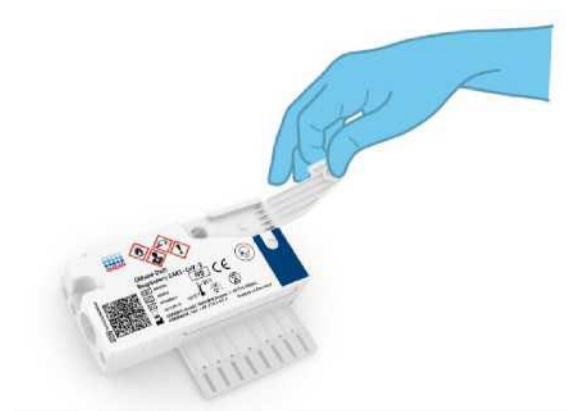

Рис. 39. Открытие крышки главного порта.
4. Откройте крышку главного порта на передней панели картриджа QIAstat-Dx Respiratory SARS-CoV-2 Panel (рис. 39).